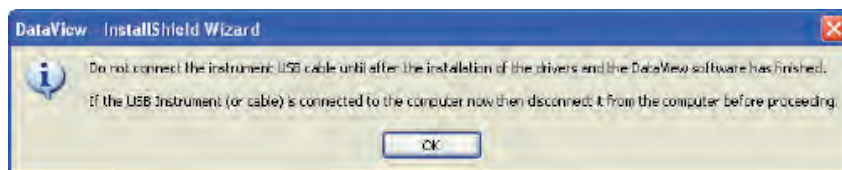

Figura 7-3
10. Si el instrumento seleccionado para la instalación necesita utilizar un puerto USB, aparecerá un cuadro de diálogo de advertencia similar al de la Figura 7-3. Haga clic en **Aceptar**.